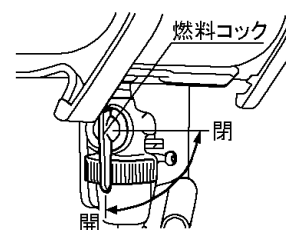

図 1
(1) ポンプ稼動の際は、チョークレバーを OPEN (開) にしておいてください。
(2) エンジンのスピードコントロールレバーを低速側 (SLOW) に倒し過ぎると停止する場合がありますので、レバーは高速側 (FAST) にしておいてください。
(3) 運転中及び運転直後はエンジン、排気管 (マフラー) 等は高温になりますので、さわらないでください。やけどの原因になります。排気管周囲には燃えやすいものを近付けないでください。
- ① 燃料コックを「開」にします。(図 1)